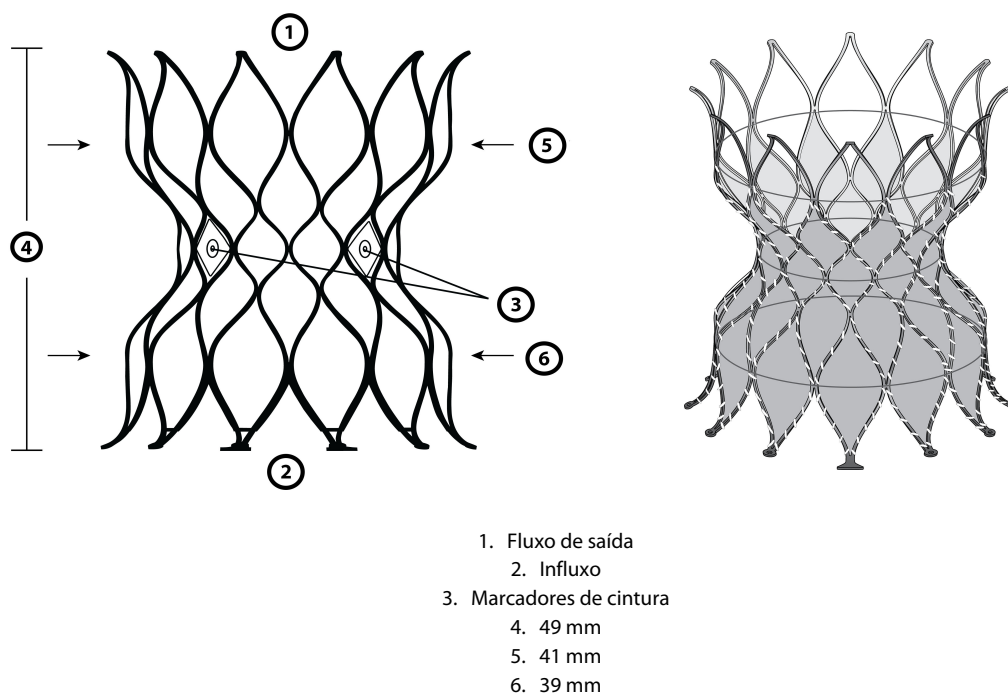

Figura 1: Pré-stent adaptativo Edwards Alterra
• Sistema pré-stent adaptativo Edwards Alterra (Figura 1)